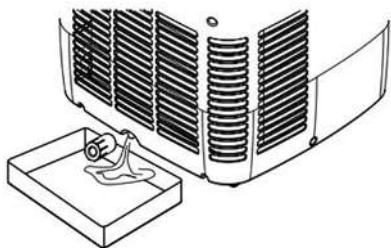

Fig. 1
- Antes da arrumação, certifique-se de que retira a tampa de borracha da parte inferior do orifício de drenagem (#10) e deixe a água escoar para um recipiente. (fig. 1) Coloque o aparelho no modo de ventilador durante apenas algumas horas para secar qualquer humidade nas bobinas, de forma a evitar a formação de bolor.